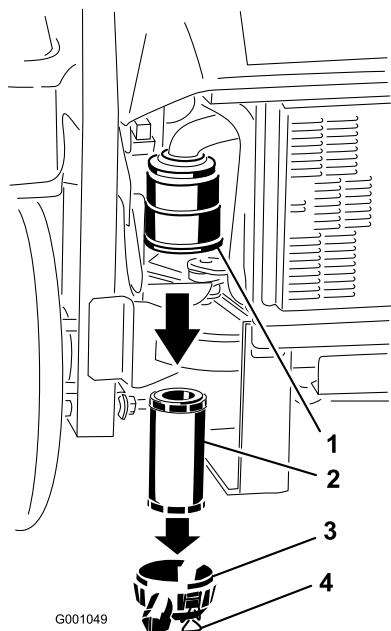

Figure 32
3. Ouvrez les verrous du filtre à air et séparez le couvercle du corps du filtre (Figure 32).
5. Sortez l'élément filtrant du corps du filtre avec précaution (Figure 32). Évitez de cogner l'élément à l'intérieur du corps.